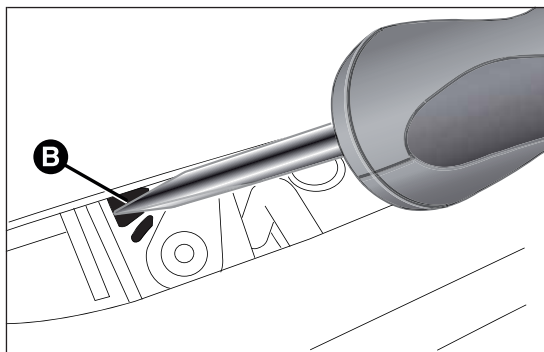

fig. 79
- introduire ensuite le tournevis dans le logement B fig. 79 de manière à déclipser la languette de déverrouillage du coffre à bagages.